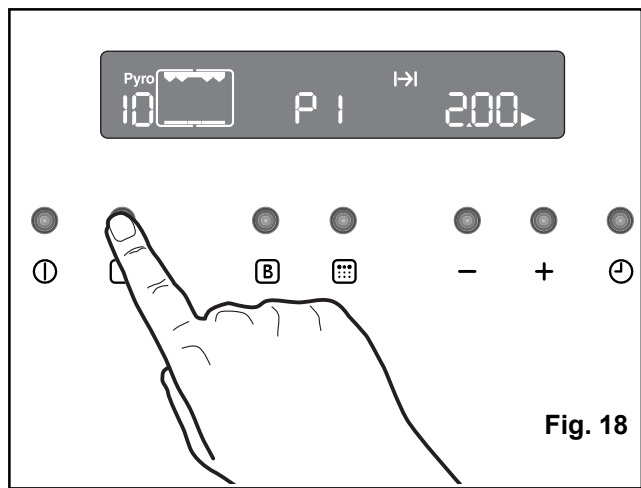

Fig. 18
2. Appuyez sur la touche de sélection  et sélectionnez la fonction "Pyrolyse". La fonction pyrolytique - niveau 1 (P 1 - durée: 2 h) et son symbole  sont affichées sur l'écran (Fig. 18).